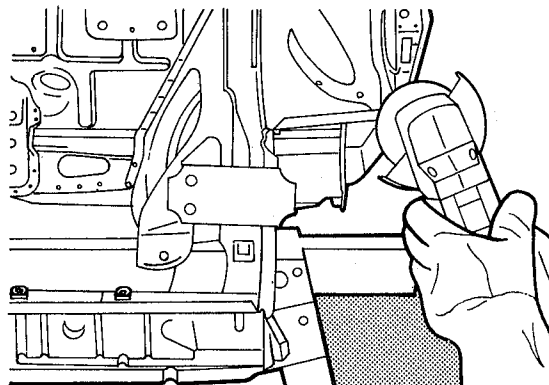

fig. 51
1. Lixar e alinhar as abas de solda a ponto (fig. 51)
6. Realinhar e lixar as abas de solda na carroceria (fig. 51)